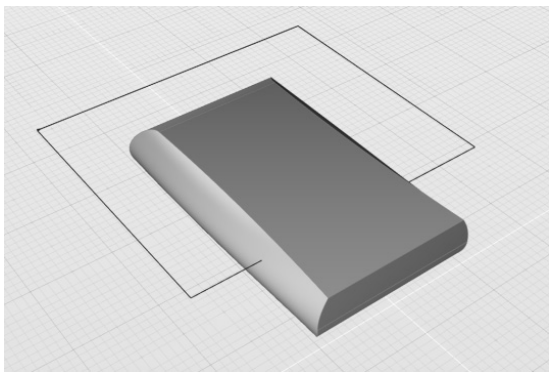

图 4-123 打开练习文件
- 1) 打开素材文件夹“练习（4.4.5_2）”中的 Evolve 文件，该文件中包含一条矩形曲线和一个实体，如图 4-123 所示。